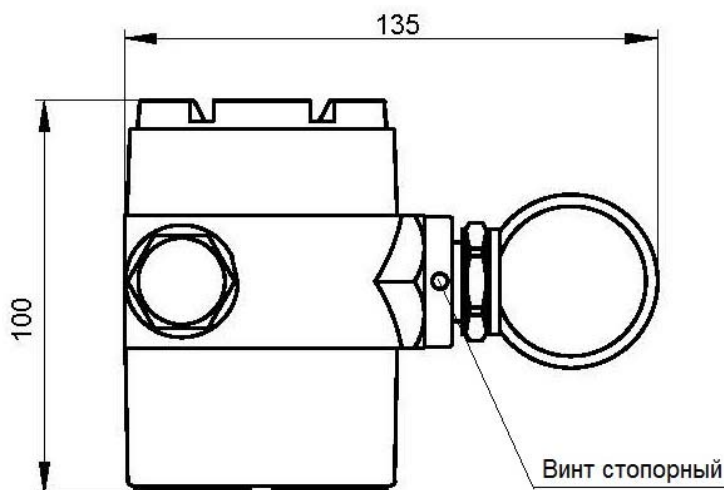

Рисунок 21 - Преобразователь – вид сверху (показан условно).
1) при помощи ключа шестигранного 2 мм (входит в комплект поставки, рис. 1.7) ослабить стопорный винт (показан на рис. 21) - не более чем на 1 оборот;